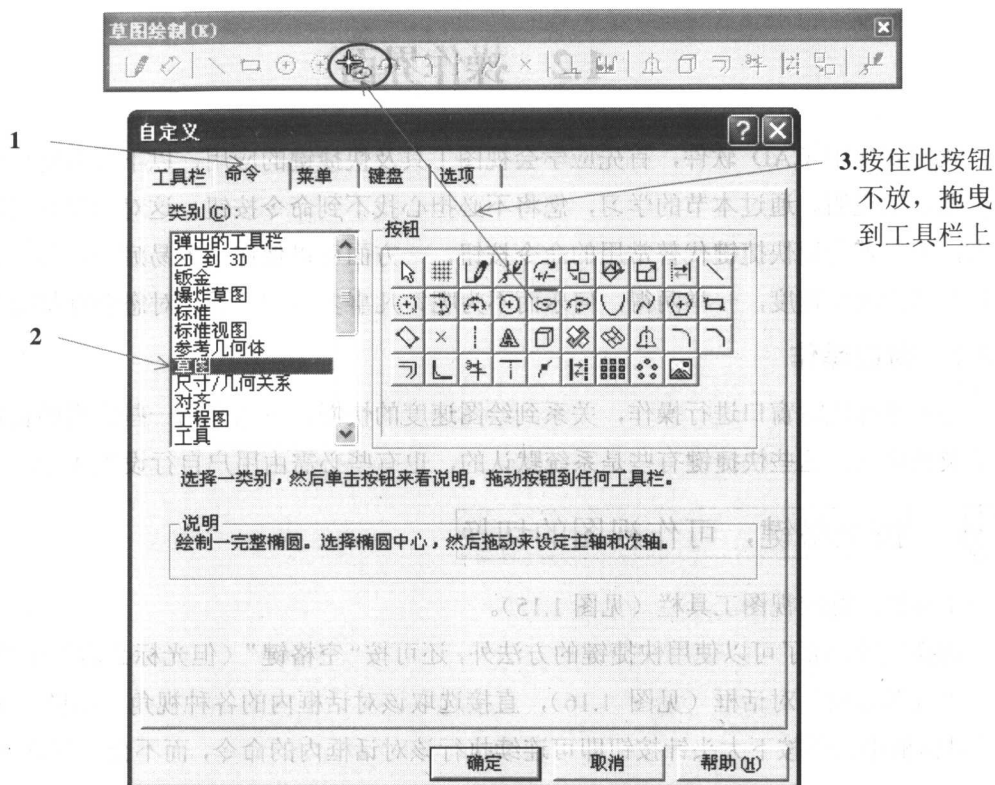

图 1.13
(2) 在类别栏中选取“草图绘制工具”（见图 1.13）。
(3) 用鼠标左键按住椭圆按钮不放并拉曳到右侧“草图绘制工具”工具栏上的适当位置，再放开鼠标左键（见图 1.13）。